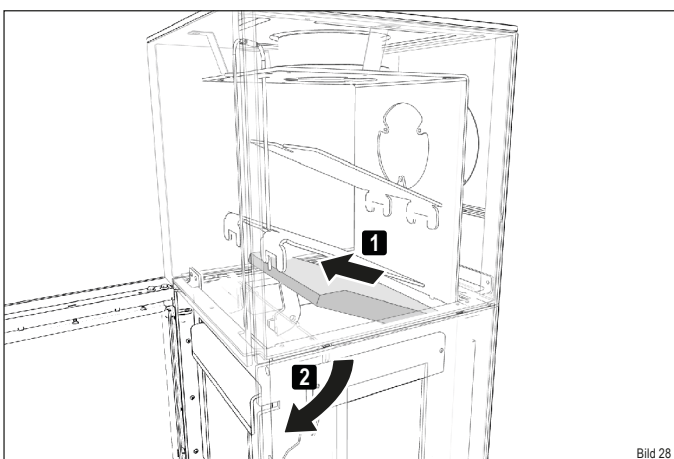

Bild 28
- ▶ Entnehmen Sie den oberen Thermostein vorsichtig aus dem Feuerraum (Bild 28).